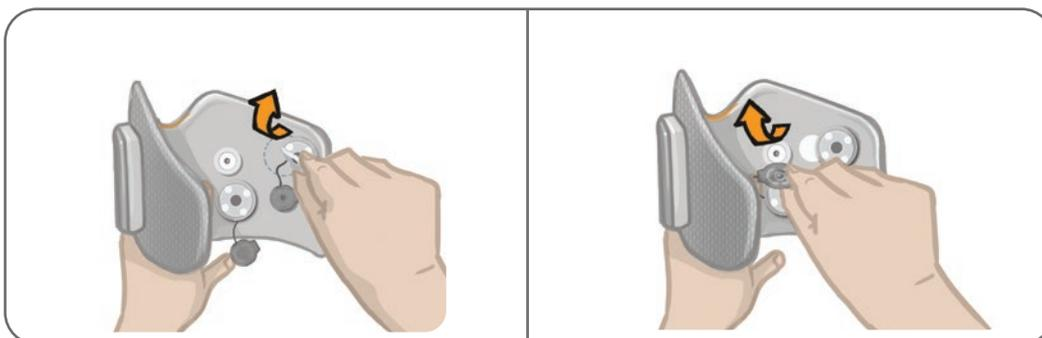

Abbildung 11-10: Befestigen der neuen Elektrodenbasen (links)
4. Befestigen Sie die neuen Elektrodenbasen an derselben Position, an der die vorherigen Basen angebracht waren. Siehe Abbildung 11-10.
5. Drücken Sie die Elektrodenbasen in die dafür vorgesehenen Löcher. Siehe Abbildung 11-10.